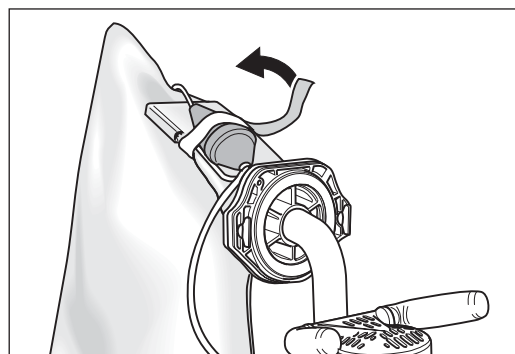

Abb. 8 Die Kupplung des Verlängerungskabels am Staubsack befestigen.
- 2 Befestigen Sie die Kupplung des Verlängerungskabels mit Hilfe der Klettschlaufen am Staubsack (Abb. 8).